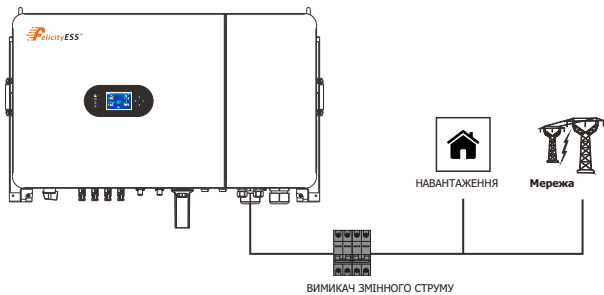

Рисунок 4.3-2 Підключення вимикача змінного струму
1. На стороні змінного струму окремий вимикач повинен бути підключений між інвертором і мережею, але перед навантаженням. див. Рисунок 4.3-2.